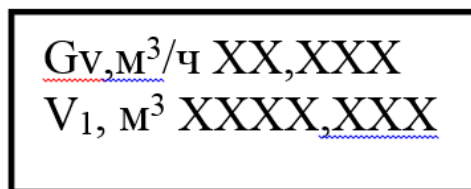

Рисунок 2
2.6.2.3. Для расходомера, ИБ которого по конструктивному исполнению выполнен с двухстрочным жидкокристаллическим дисплеем, информация о результатах измерений выводится в виде представленном на рис. 2.